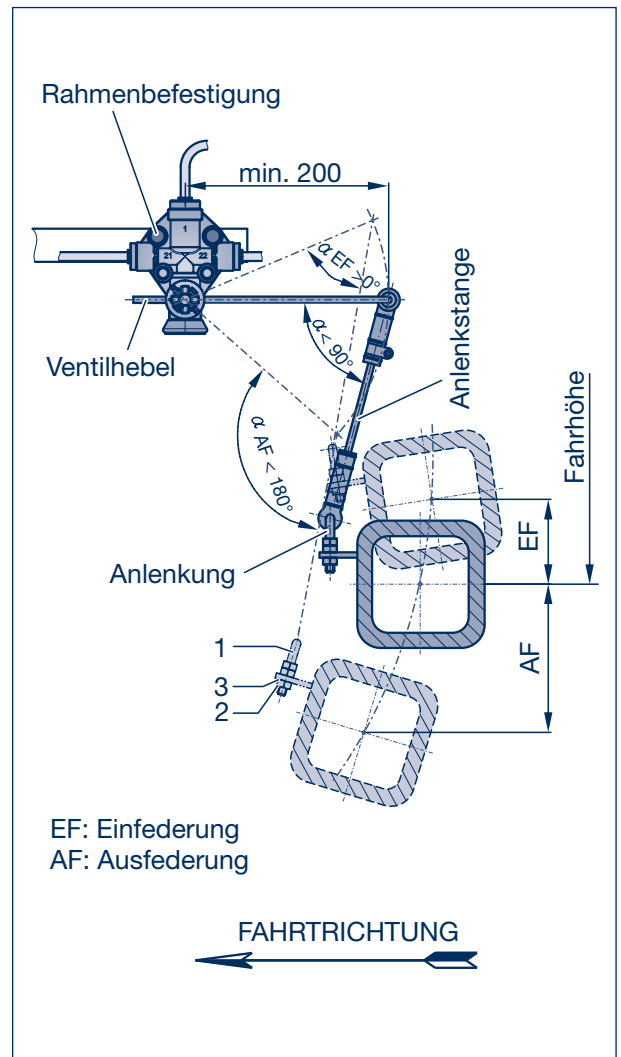

Bild 1
Die angegebenen Winkel (Bild 1) dürfen nicht unter- oder überschritten werden, damit das Ventilgestänge nicht umschlägt.
- [11] Nach Erreichen dieser Einstellhöhen muss der Ventilhebel in die waagerechte Lage gebracht werden (Bild 1).
- [12] Anlenkung (5) in die Befestigungsflasche am Achskörper einsetzen. Mutter (2) mit Federring (3) aufschrauben.
- [13] Ventilhebel und Anlenkung durch die Anlenkstange (6) miteinander verbinden. Der Ventilhebel muss sich nach der Montage in waagerechter Lage befinden, ggf. die Doppelmutter (1) entsprechend verstellen und Mutter (3) festziehen, Anlenkstange durch Anziehen der Schrauben an den Schellen befestigen.